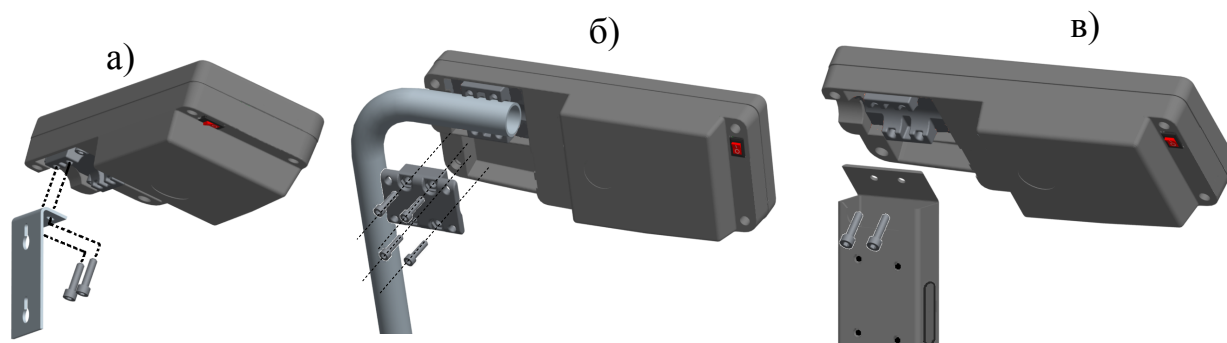

Рис. 5.4 - Варианты крепления терминала:
Привинтить к терминалу кронштейн, Рис. 5.4 а. Установить терминал в удобном для работы месте.
Установить терминал на стойку Рис. 5.4 б).
- Установить терминал на стойку Рис. 5.4 в).